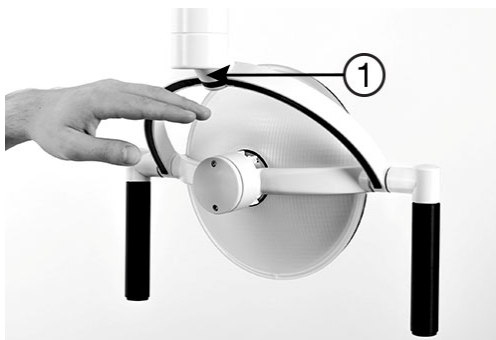

Figure 47 – Capteur sans contact
Le faisceau lumineux du scialytique s'allume et se règle manuellement en activant le capteur sans contact situé sous la tête - voir la Figure 47 (1).